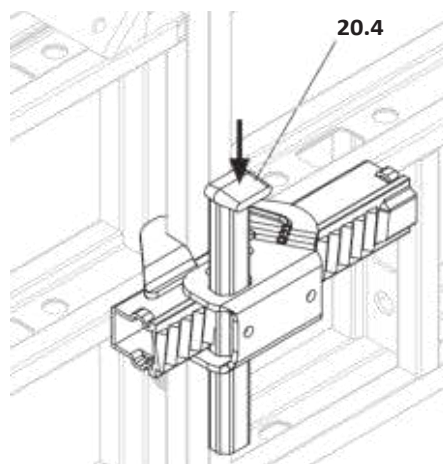

Fig. A4.03
3. Прикрепете свързката (20) към вертикализатора на елемента (10.2).
5. Осигурете клина. (Fig. A4.03) Направляващата скоба сега е осигурена.